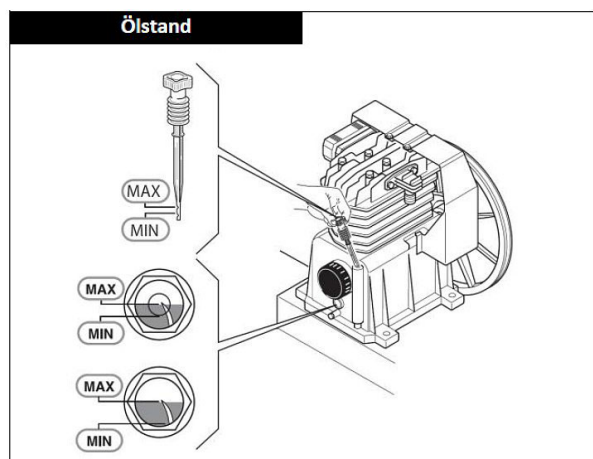

Abb. 4: Ölstand-Anzeige
Schritt 5: Den Verschluss vom Verdichter-Gehäuse abnehmen und den Ölstand-Prüfstab bzw. den Verschluss-Stopfen einstecken. Den Ölstand prüfen. Der Ölstand muss zwischen dem Höchst- und dem Mindestwert des Schauglases bzw. des Ölmesstabs liegen (Abb. 4).